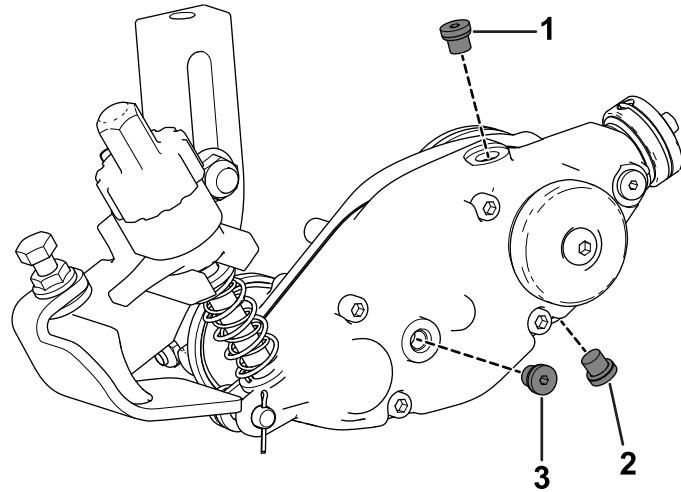

Bild 11
4. Entfernen Sie die Füllschraube oben am Groomergehäuse (**Bild 11**).